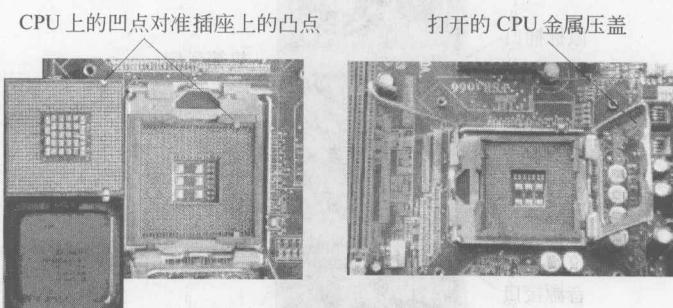

图 1-4 CPU 芯片的正面、反面、CPU 插座及金属压盖
(1) 向上打开主板 CPU 插座上的金属压盖,如图 1-4 所示,以便让 CPU 能够放入处理器插座上;
(2) 在 CPU 的文字面上均匀涂上适量的导热硅胶,以便 CPU 和散热片有良好的接触;
(3) 然后将 CPU 上有凹点的部位对准插座上的凸点的部位,如图 1-4 所示;